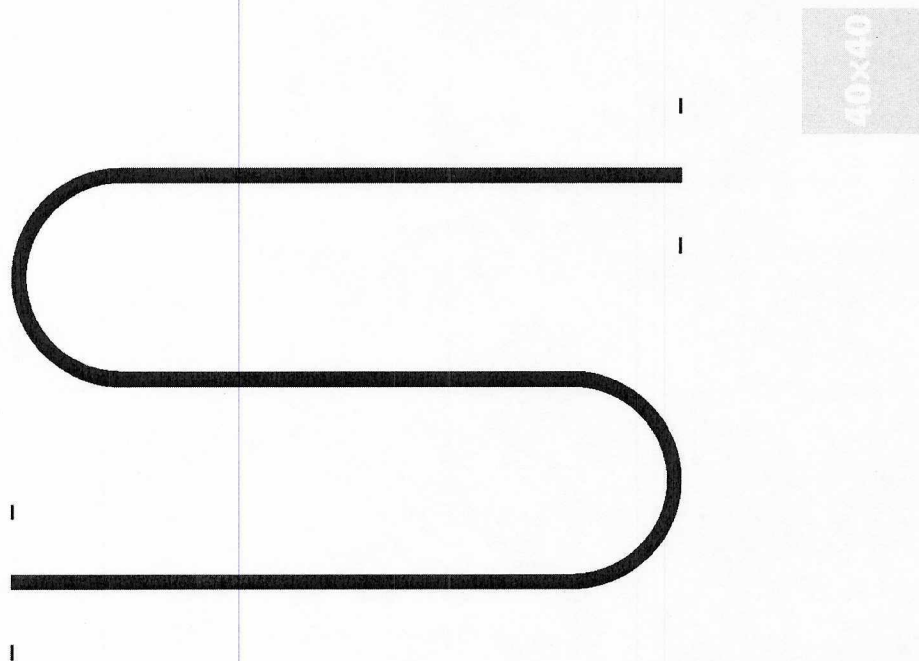

Рис. 1. Пример полигона
Линия состоит из трех прямолинейных участков длиной не менее 1200 мм, соединенных двумя криволинейными участками в форме полуокружностей (см. Рис.1).
3.6. Выполнение задания и время заезда отсчитываются от момента пересечения роботом любой своей точкой опоры линии старта и завершается в момент пересечения роботом любой своей точкой опоры линии финиша. Рис. 1. Пример полигона Гонки балансирующих роботов. Количество попыток определяется судьей в день соревнований.